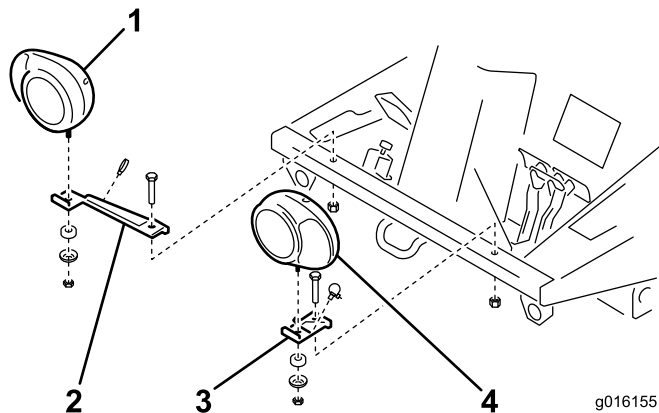

Figure 7
1. Fixez les supports des phares droit et gauche dans les trous existants à l'avant de la plate-forme du conducteur au moyen de vis (1/2 x 3") et contre-écrous (1/2"). Positionnez les supports comme illustré à la Figure 7.
2. Fixez les phares gauche et droit sur leurs supports (Figure 7) à l'aide des fixations fournies. Prenez soin de positionner les verres des indicateurs de direction vers l'extérieur de la machine.